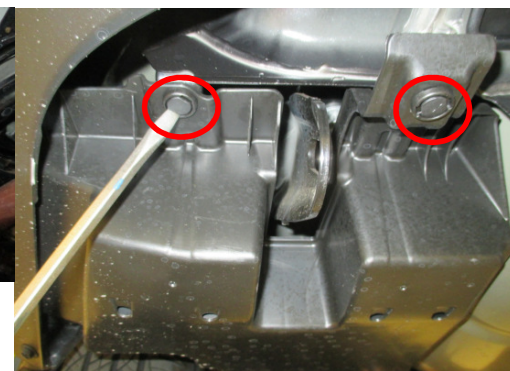

Figura 2
- Remoción del panel de apariencia plástico inferior del lado del conductor: utilizar un destornillador de cabeza plana y una llave de 10 mm para retirar (2) remaches plásticos y (1) tuerca de brida del panel, ver Figura 2. Devolver los pernos al propietario del vehículo.
1. Remoción del panel de apariencia plástico inferior del lado del conductor: utilizar un destornillador de cabeza plana y una llave de 10 mm para retirar (2) remaches plásticos y (1) tuerca de brida del panel, ver Figura 2. Devolver los pernos al propietario del vehículo.